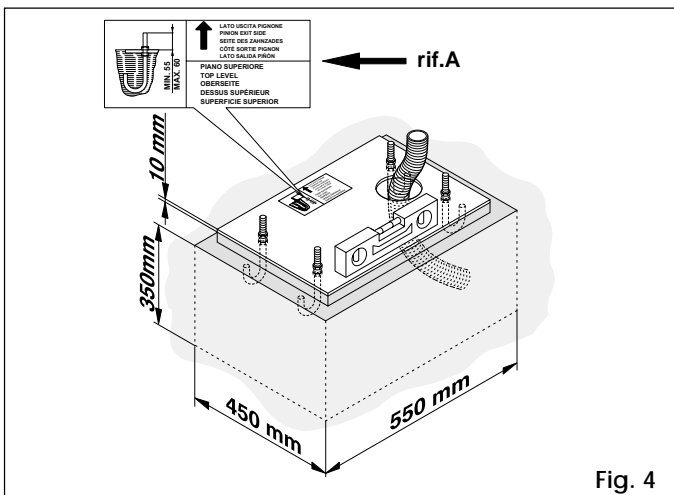

Fig. 4
- 1) Colocar la placa de cimentación como ilustra la fig. 4.
- 2) Ensamblar la placa de cimentación como ilustra la fig. 4 ref. A.
- 3) Realizar el plinto de cimentación con las medidas indicadas en la fig. 4 y empotrar la placa colocando una o más vainas para el paso de los cables eléctricos. Verificar la perfecta horizontalidad de la placa mediante un nivel y dejar fraguar el cemento.